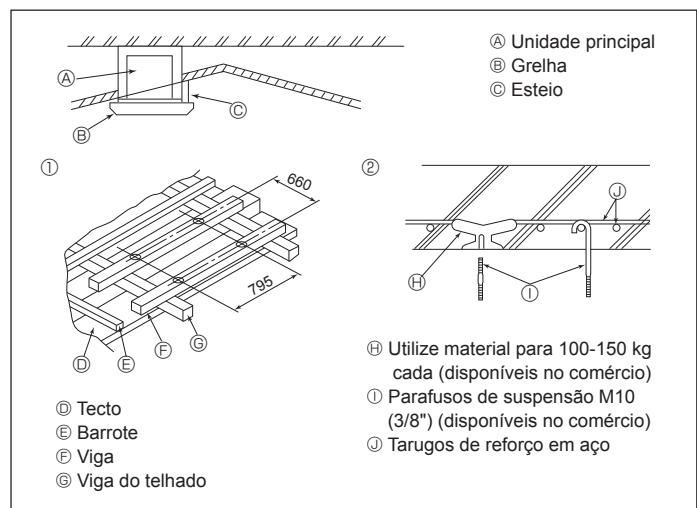

Fig. 3-5
① Orifício de separador ø150
② Distância do orifício de passagem ø175
③ Diagrama do orifício de admissão de ar fresco
④ Parafusos de derivação de 3-4×10
⑤ Distância do orifício de passagem ø125
⑥ Orifício de separador ø100
⑦ Tecto
⑧ Parafusos de derivação de 14-4×10
⑨ Figura detalhada de remoção do isolador
⑩ Isolamento
3.5. Estrutura de suspensão (Dar ao lugar de suspensão uma estrutura forte) (Fig. 3-5)